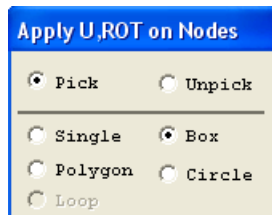

Рисунок 56. Первая и вторая секции окна *Apply U,ROT on Nodes*
- Выбрать пункт **Box** во втором разделе данного окна (Рисунок 56).